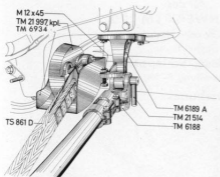

Abb. 3
3. Der **Schutzkasten** TM 6934 wird durch 2 Sechskantschrauben M 12×20 unterhalb der Sicherheitskurbelscheibe TM 21997 am Schleppergehäuse befestigt (Abb. 3).
6. Die **kpl. montierte vordere Abstützung** wird am Lagerkopf TM 6188 mit der vorderen Lagerplatte TM 6189 A durch den Lagerbolzen TM 21 514 verbunden und durch einen Klappsplint gesichert (Abb. 3).